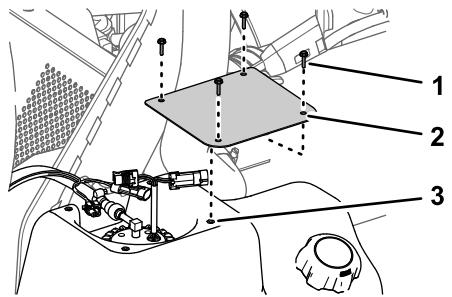

图 82
2. 在油箱内卸下将护罩固定至油箱顶部的 4 个螺丝 $10 \times \frac{3}{4}$ 英寸然后取下护罩图 82。